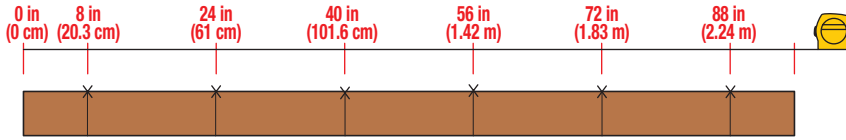

Imagen 37
Tome las **dos (2) tablas de vigueta perimetrales de 8 ft (2.44 m) y 2 x 6 in (51 mm x 15.2 cm)** y marque en el lado superior y el lado largo de las tablas las medidas que se muestran a continuación en la **imagen 37**.